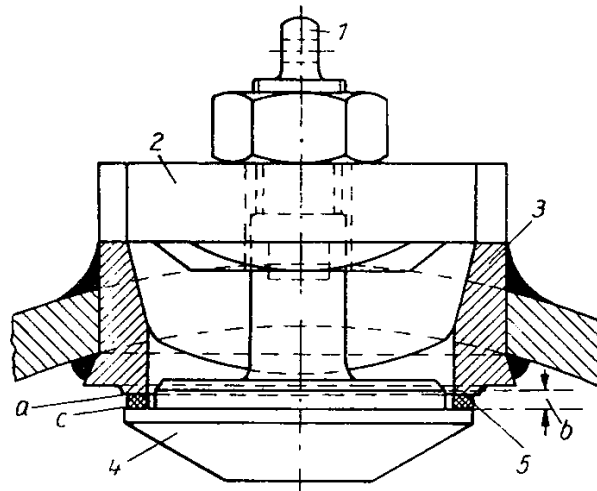

Bild 159. Eingeschweißtes Lukenfutter mit Lukenpilz
- Abzehrungen (Korrosionen) auf der inneren Dichtfläche (a in Bild 159) des Futter führen häufig zu Undichtigkeiten der Auswaschluker. Aufarbeitung (Nachfräsen) der inneren Dichtfläche oder oftmals Erneuerung des Lukenfutters sind unerlässlich.
- Ist der Führungsrand des Lukenpilzes zu niedrig (b in Bild 159), dann hat der Dichtring keine feste Führung, rutscht auf den Führungsrand, und der Pilz sitzt dann nicht senkrecht, er wird nicht auf seiner ganzen Dichtfläche gleichmäßig vom Dampfdruck angedrückt. Diese Undichtigkeit wird meist schon bemerkt, sobald nach dem Anheizen der Druck im Kessel steigt.
- Sind die Dichtflächen des Pilzes uneben oder abgezehrt (c im Bild 159), dann sind nach einigen Tagen Undichtigkeiten an der Auswaschluker festzustellen. In solchen Fällen ist es stets zu empfehlen, die Dichtflächen des Pilzes nachzuarbeiten oder einen gut passenden Ersatzpilz zu verwenden.
Die größere Betriebssicherheit bieten die eingeschweißten Lukenfütter (Bild 159). Sie tragen auf der Wasserseite einen Ansatz, durch den ein völliges Herauslösen des Futter verhindert wird, selbst wenn auf beiden Seiten die Schweiße abreißen sollte.